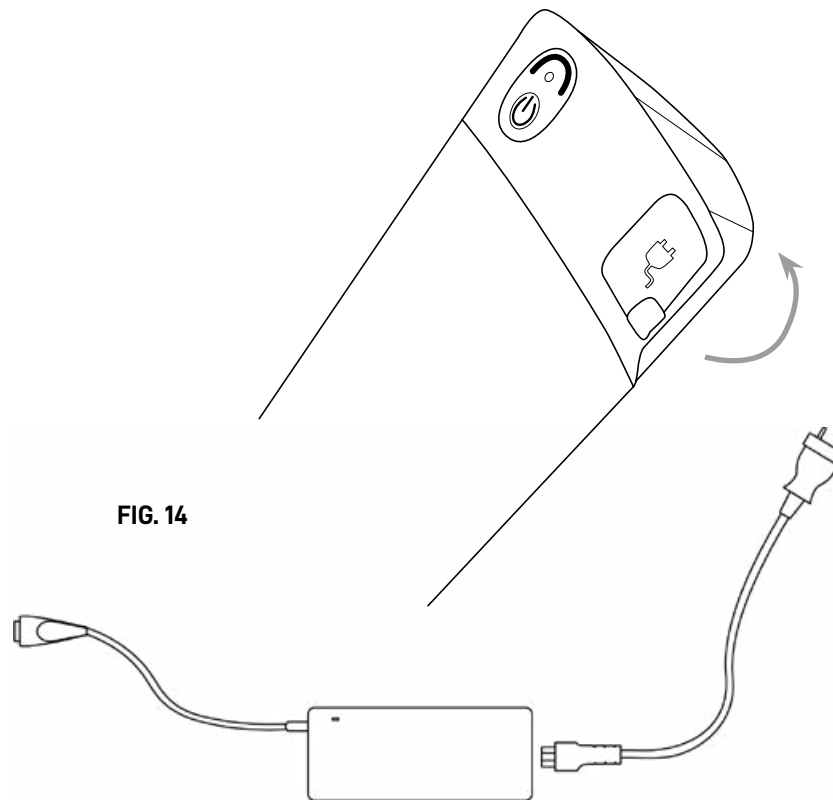

FIG. 14
2. Sollevare il tappo in gomma presente sulla presa di carica della batteria (Fig. 14);